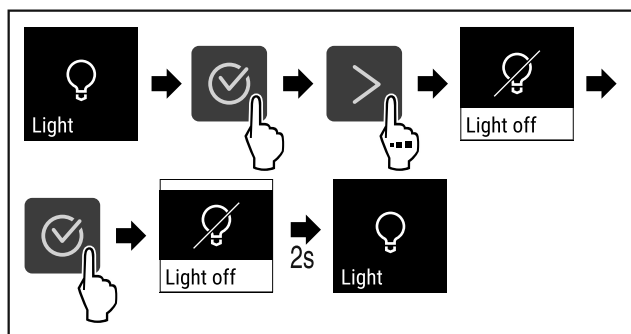

Fig. 67
- ▶ Suivre les étapes (voir Fig. 67).